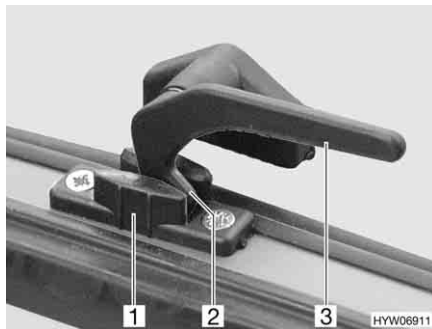

Bild 54 Låsarm i läget "kontinuerlig vädning"
- I läget "kontinuerlig vädning" (Bild 54)
- Sväng låsarmen (Bild 54,3) ett kvarts varv mot fönstrets mitt.
- Vrid tillbaka låsarmen. Därvid måste låsspaken (Bild 54,2) föras in i spåret på fönsterlåset (Bild 54,1).